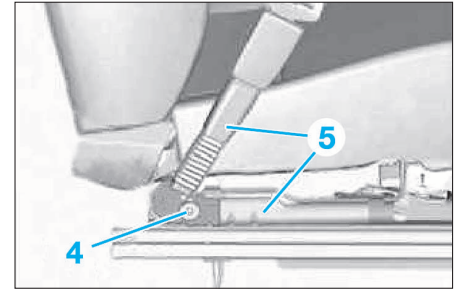

FIG. 20
- Déverrouiller le connecteur (3) et tirer tous les connecteurs du boîtier de connexion (2).
- Sur le côté du siège, déposer la vis (4) (Fig.20).
- Déposer le prétensionneur avant de ceinture (5).